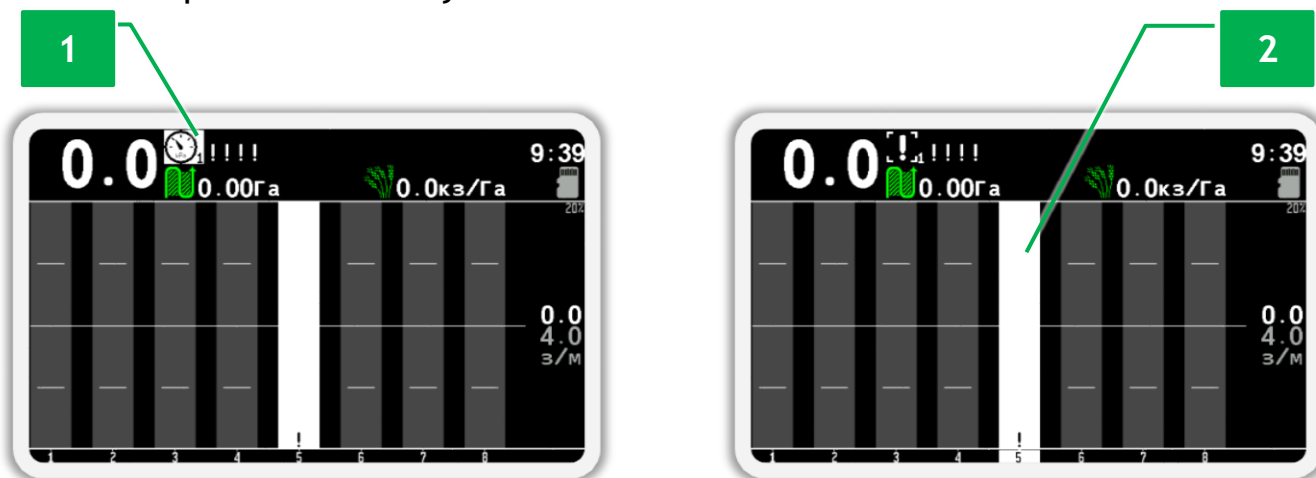

Рисунок 25 Пример выбранных датчиков: 1 - выбран датчик давления; 2 - выбран датчик высева №5 (белый фон у номера датчика).
2. Нажимайте кнопку  «Вниз» (или  «Вверх») до тех пор, пока не выберете снятый с контроля датчик. Примеры выбранных датчиков изображены на Рисунок 25.